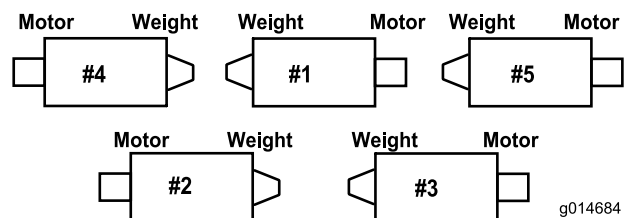
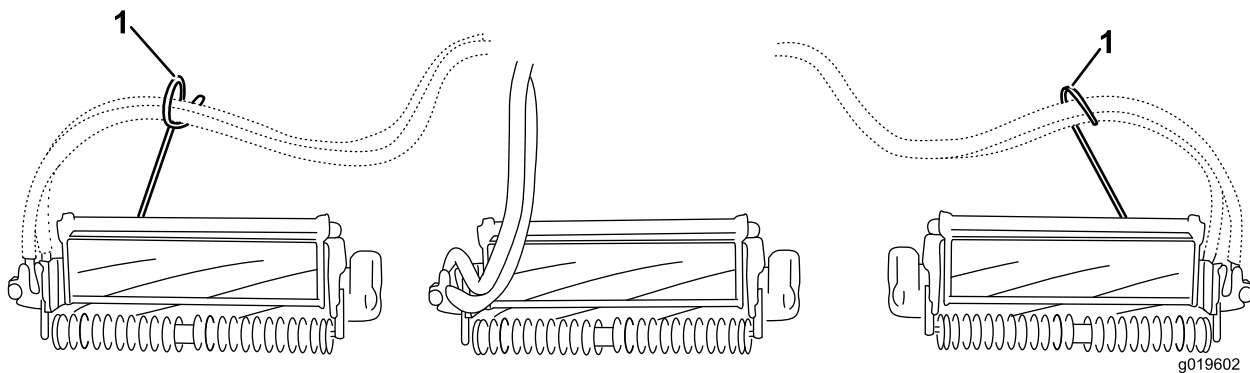
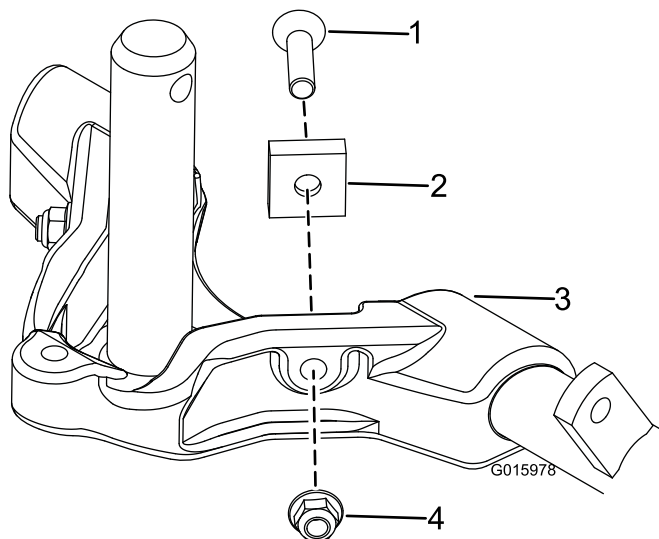

Figura 7
Figura 9
Figura 10
Importante: En las unidades de corte N° 4 (delantera izquierda) y N° 5 (delantera derecha), utilice las tuercas de montaje del soporte de la varilla para instalar las guías de los manguitos en la parte delantera de las pestañas de la unidad de corte. Las guías de los manguitos deben estar inclinadas hacia la unidad de corte central (Figura 7 a Figura 9).
6. En unidades de corte de 69 cm (27 pulg.) solamente, aumente el alcance de la dirección de las unidades de corte traseras retirando los 2 espaciadores de pivote, tornillos allen y contratuercas con arandela prensada (Figura 10) de los bastidores de tiro de las unidades de corte traseras (N° 2 y N° 3) (Figura 7).